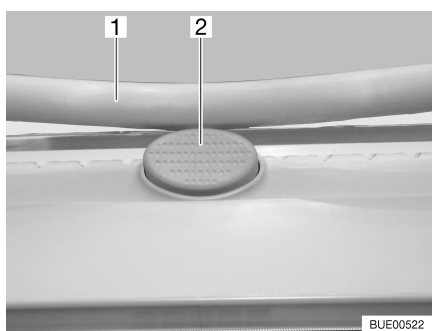

Fig. 21 Bouton de sûreté sur le lanterneau Heki
- Appuyer sur le bouton de sécurité (Fig. 21,2) et tirer l'étrier (Fig. 21,1) vers le bas avec les deux mains.
- Pousser l'étrier vers le haut avec les deux mains jusqu'à ce que ce dernier se trouve au-dessus du bouton de sûreté (Fig. 21,2).